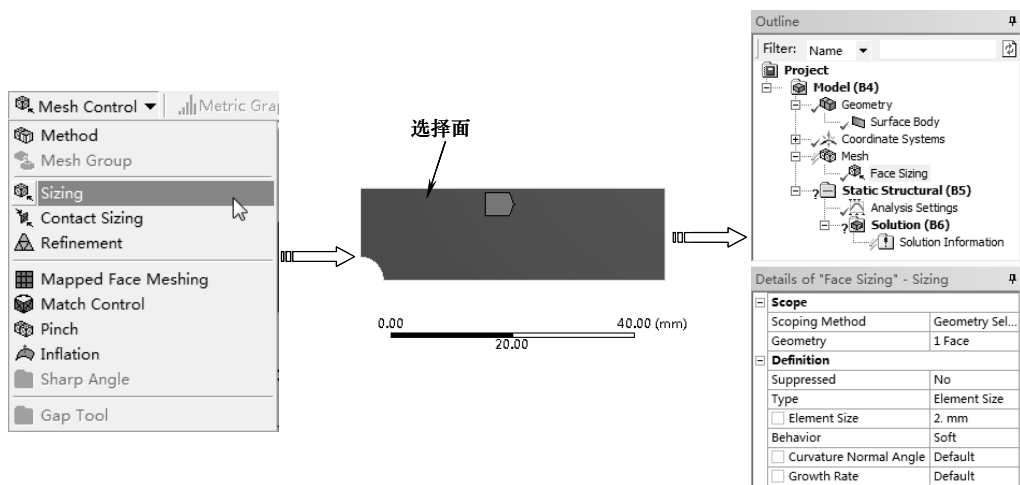

图 5-45 设置网格尺寸
3) 在【Outline (分析树)】中选择【Mesh】节点，单击【Mesh】工具栏上的【Mesh Control (网格控制)】|【Sizing (尺寸)】命令，然后再单击【Face (选择面)】按钮，在图形区选择所创建的面，单击【Geometry】项中的【Apply】按钮完成。在【Element Size】文本框中输入 2mm，如图 5-45 所示。